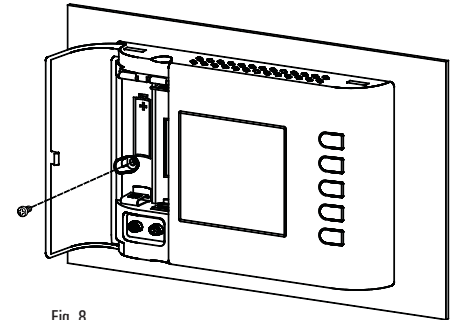

Fig. 8
- 5 Fissare il corpo del cronotermostato alla piastra a muro tramite la vite in dotazione che trova sede all'interno del vano portabatterie (Fig. 8).
- 5 Secure the body of the programmable thermostat to the wall plate using the supplied screw that is located inside the battery compartment (Fig. 8).